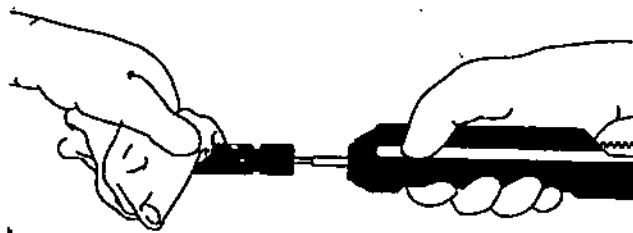

Figura 16. Quitar la vaina introductora.
- Mientras se sostiene la vaina con una mano, retraer la empuñadura fija negra hasta que se vea la punta del sistema de liberación en la válvula hemostática. Se recomienda hacer esto con fluoroscopia para ver la punta del sistema de liberación a medida que se retira a través de la endoprótesis de cuerpo bifurcado. Una gasa seca puede ser útil para sostener la vaina y evitar que se mueva (Véase figura 16).